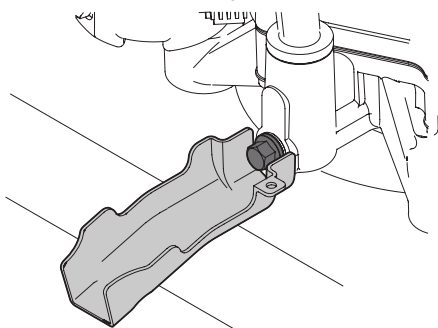

Figura 22
4. Coloque el extremo pequeño de la manga de drenado de aceite en el cárter de aceite (Figura 22).